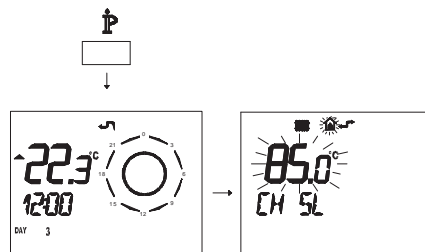

Рисунок 5.33
Графики зависимости температуры от изменений, внесенных посредством кнопок 16 и 17, при коэффициенте $K 1,5$, представляет Рисунок 5.33.
- Нажмите и удерживайте 3 секунды кнопку P , чтобы войти в режим **INFO** (Рисунок 5.33).